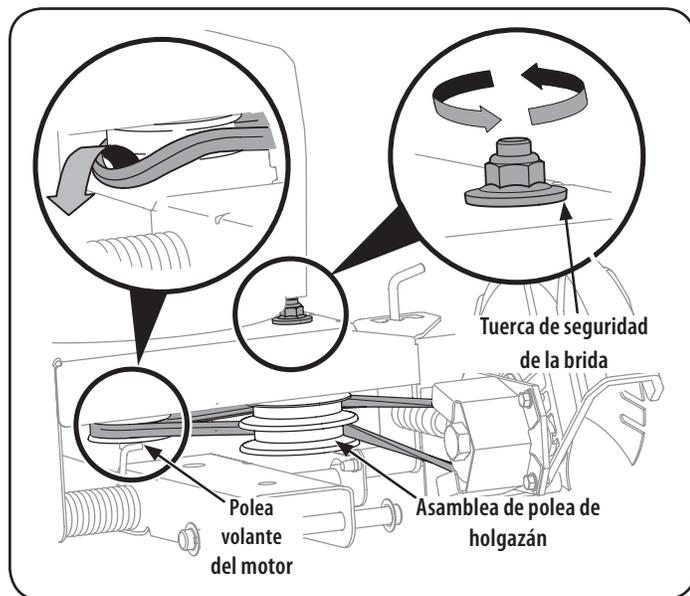

Figura 15
**NOTA:** Para ayudar a armar nuevamente, observe la orientación de la correa de transmisión sobre las dos poleas locas y la polea volante del motor antes de realizar los siguientes pasos. Vea la Figura 15.
1. Trabajando delante de la bordeadora, afloje la tuerca de seguridad con brida que está sobre el bastidor, permitiendo que el conjunto de la polea loca gire levemente fuera del bastidor. Vea la Figura 15.
- Con la otra mano, alcance cuidadosamente debajo de la parte posterior de la unidad y extraiga la correa de alrededor de la polea volante del motor. Vea la Figura 15.